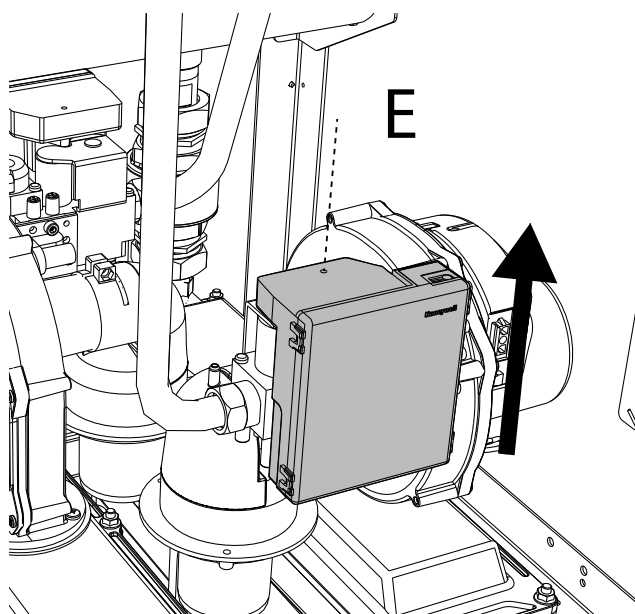

fig. 78
2. Desenrosque el tornillo “E” y extraiga la centralita de la válvula del gas (fig. 78).